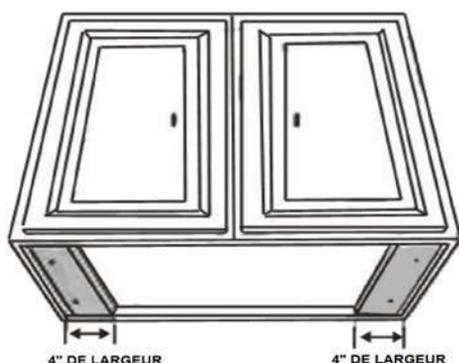

Figure 1
- Pour installer sous le placard avec fond encastré, attachez de larges bandes de remplissage de bois de 4” (non fournies) de chaque côté. Voir Figure 1.
3. Par l'intérieur de la hotte, placez les vis de montage au centre exact de chaque trou de passage et fixez-les au-dessous de l'armoire. Serrez toutes les vis jusqu'à ce qu'elles soient bien fixées. Soyez prudent lorsque vous utilisez un tournevis électrique afin de ne pas endommager la hotte. Dans le cas d'évacuation à la verticale, raccordez et fixez le conduit rond de 6'' en métal (voir figure 1).
Dans le cas d'une évacuation à la verticale, raccordez et fixez le conduit rond de 6'' en métal (comme à la figure 1) pour relier l'échappement sur la hotte à la canalisation. Utilisez du ruban pour conduits pour rendre tous les joints solides et étanches.